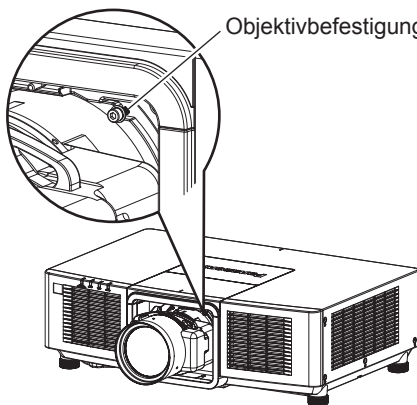

Abb. 1
- 1) Entfernen Sie den staubdichten Schwamm. (Abb. 1)
- 1) **Entfernen Sie die Objektivbefestigungsschraube. (Abb. 1)**